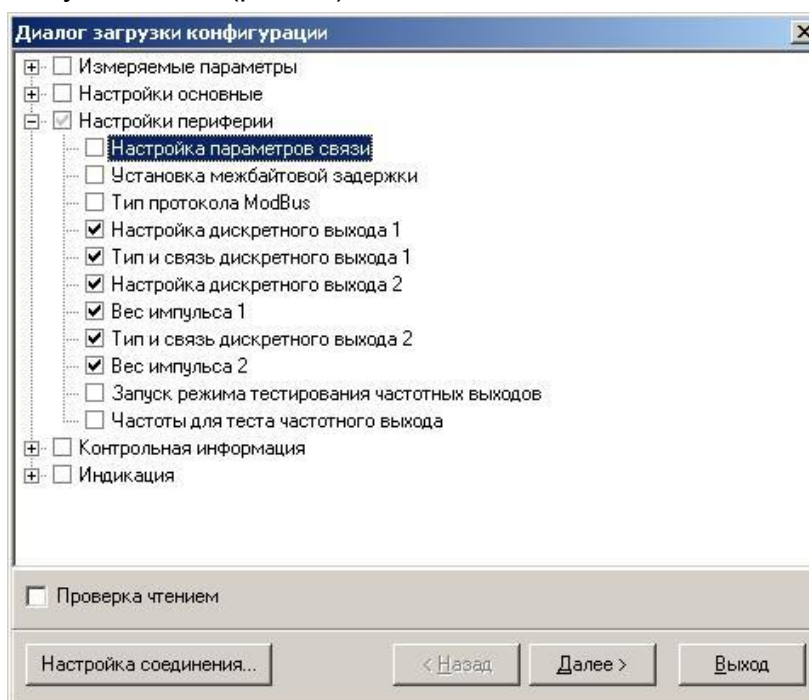

Рис.24. Окно «Диалог загрузки конфигурации»
- в открывшемся окне «Диалог загрузки конфигурации» выбрать набор параметров, которые будут загружены в прибор и нажать кнопку «Далее» (рис.24):